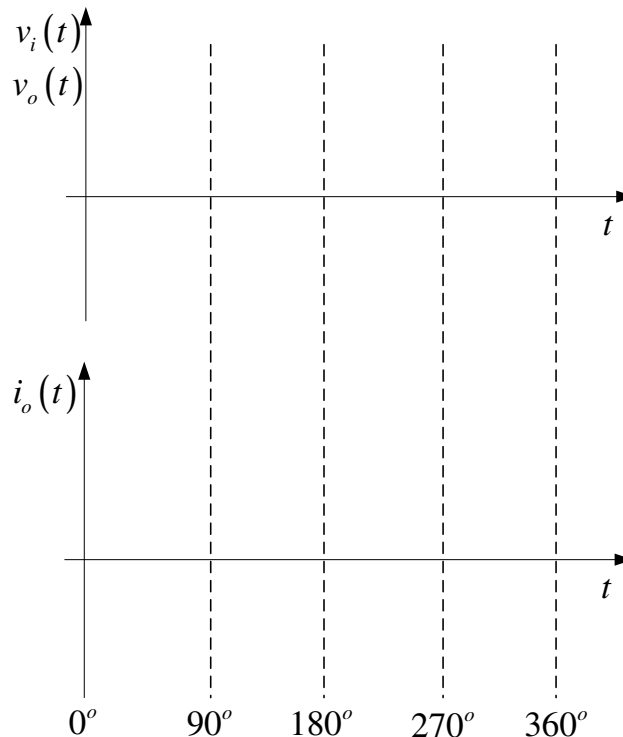

Figura 2 – Principais formas de onda do retificador monofásico não-controlado.
**Questão 1)** Esboce as formas de onda observadas no osciloscópio na figura 2.